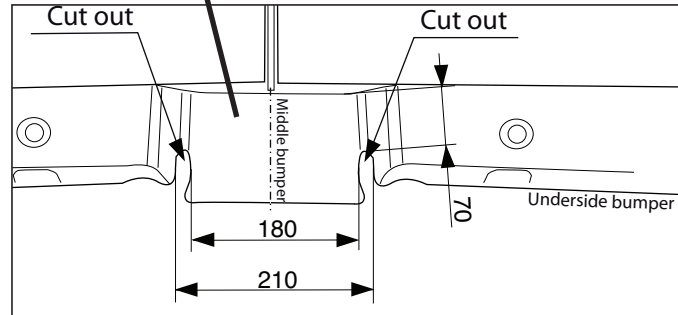

Fig.2
3. Выпилить обозначенные части, как указано на рис. 2, 2а.
6. Поставить боковую панель (С) / (D) в точках Е и F .